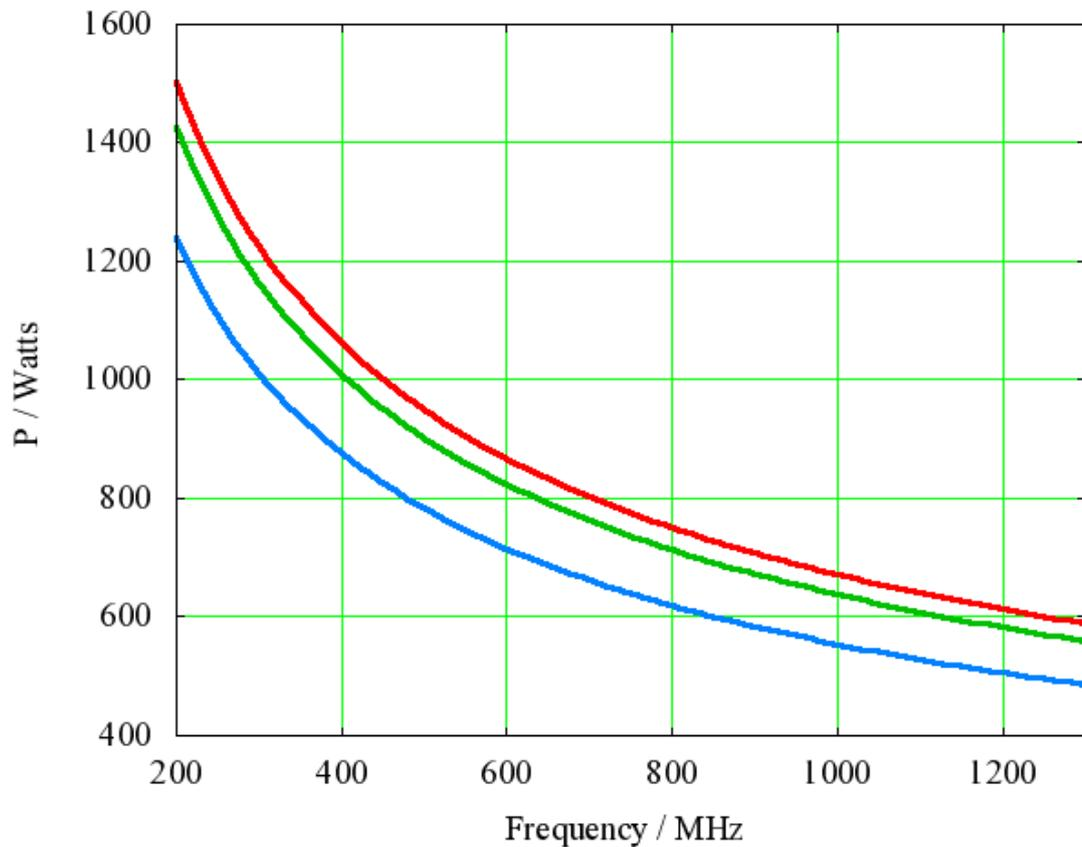

Рисунок 7 – Допустимая подводимая мощность (CW):
- Антенна может использоваться в качестве приемной и передающей. Зависимость максимальной подводимой мощности от частоты приведена на рис. 7. Излучаемая мощность подается на антенну через разъем N-типа на монтажном фланце и далее по жесткому кабелю на вибраторы антенны.